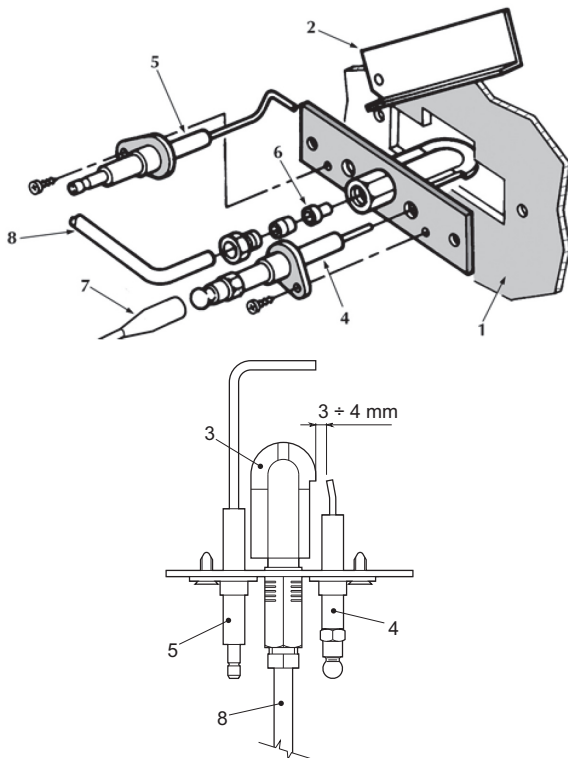

fig. 22 - Pilotbrenner
- Die Elektroden müssen frei von Verkalkungen und korrekt positioniert sein (siehe fig. 22).